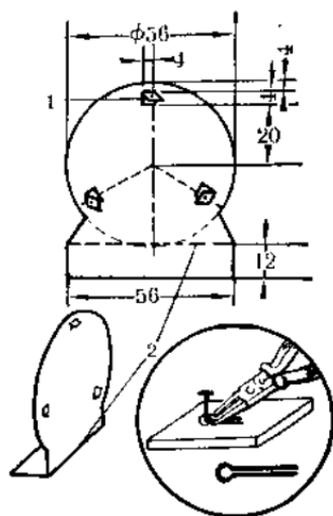

图 7
轮上砂成) 在图 7 所示处凿出三个小窗, 每个小窗中央都钻通一个直径 1mm 左右的小孔。在灯头部分相对应位置上, 同样开三个直径 1mm 的小孔, 用销子(做法见图 7 右下图)销牢。
(3) 投光器的灯头 用塑料坏手电筒前一部分, 将把手部分截去。如有现成的凸透镜, 把它跟原有的玻璃片换一下, 效果则更好。灯头的支架用薄铁片剪成如图 7 所示, 用 2mm 宽的钢凿(这个工具可以用断钢锯条在砂